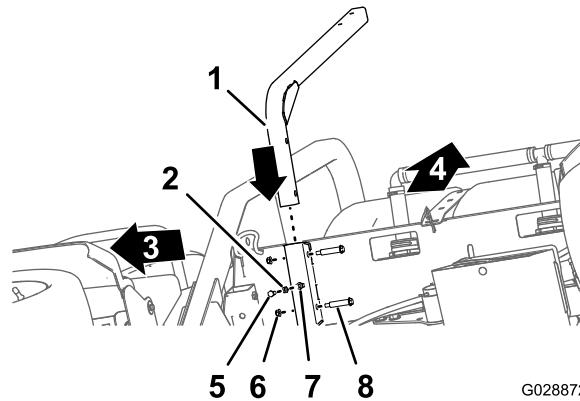

Figura 35
1. Allineate il tubo di supporto per il serbatoio dell'acqua dolce con il canale di supporto del serbatoio (Figura 35).
2. Allineate i fori nel tubo di supporto con i fori nel canale (Figura 35).
- Fissate il tubo al canale (Figura 35) con 2 bulloni di spallamento e 2 dadi di bloccaggio ($\frac{3}{8}$ ").
- Avvitate il controdado ($\frac{3}{8}$ ") nel bullone ($\frac{3}{8}$ " x 1"); fate riferimento a Figura 35.
- Avvitate il bullone e il controdado nel dado saldato sulla parte inferiore del canale di supporto del serbatoio e serrate il bullone e il controdado (Figura 35).